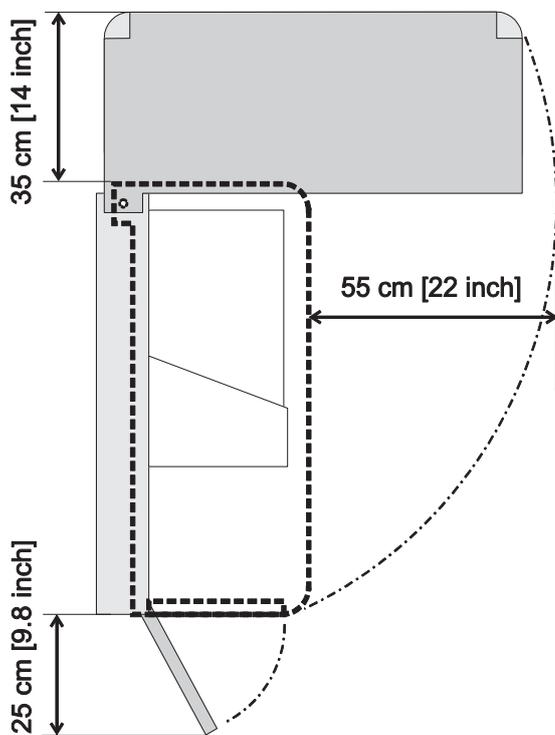

Figura 5-1
- Mantenere almeno 55 cm di spazio sul lato anteriore di Sunmaster IS, 35 cm sopra l'alloggiamento e 25 cm sotto l'alloggiamento, vedere la figura 5-1.
- Ripiegare il pannello di connessione per una migliore accessibilità ai morsetti (figura 5-1);